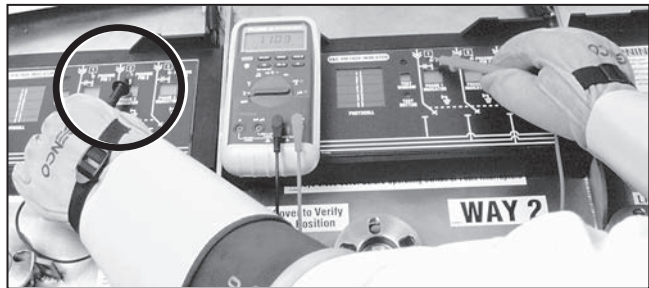

Figura 51. Mida la tensión de fase a fase— Fase 2 a Fase 1
- (c) Mantenga la sonda de prueba en el Pin de Ajuste de Fase 1 de la segunda vía y mueva la otra sonda de prueba al Pin de Ajuste de Fase 2 de la primera vía. Mida la tensión fase a fase. Ver Figura 51. Cuando compare las diferentes fases de las dos vías, la tensión debe ser de 1.7 a 2 veces la tensión de fase a tierra medida en el Paso 3 en la página 27.